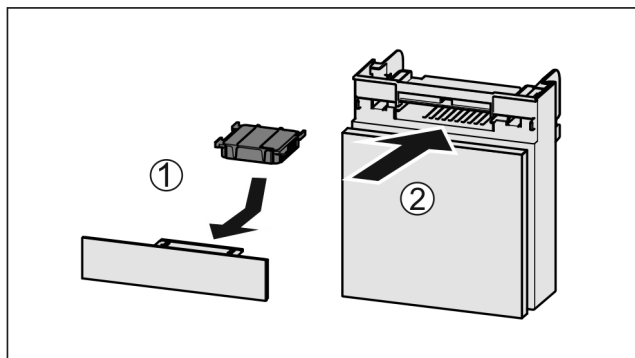

Fig. 121
- Filtr s aktivním uhlím vložte podle vyobrazení Fig. 121 (1).
- Zásuvku zasuněte Fig. 121 (2).